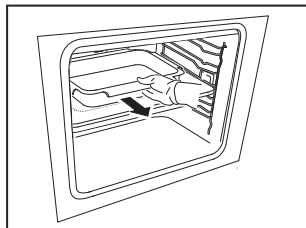

Fig. 1
1. Pak de greep aan de voorzijde met beide handen beet en verwijder de pan gedeeltelijk (Fig. 1).